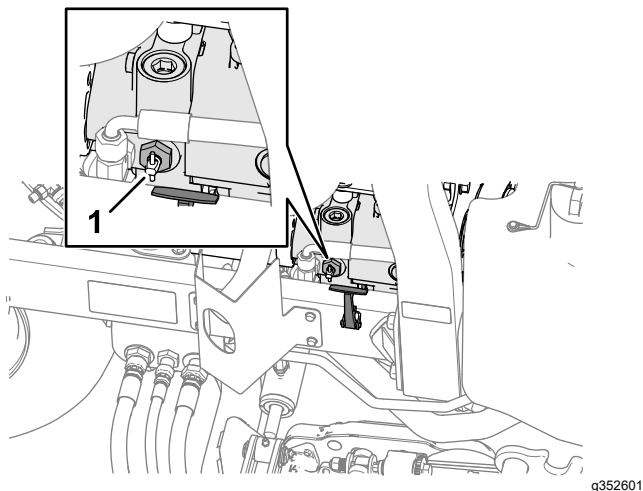

Figura 51
2. Próximo ao fecho do capô direito, gire a válvula de desvio da alavanca na bomba (Figura 51) e gire a válvula em 90°.